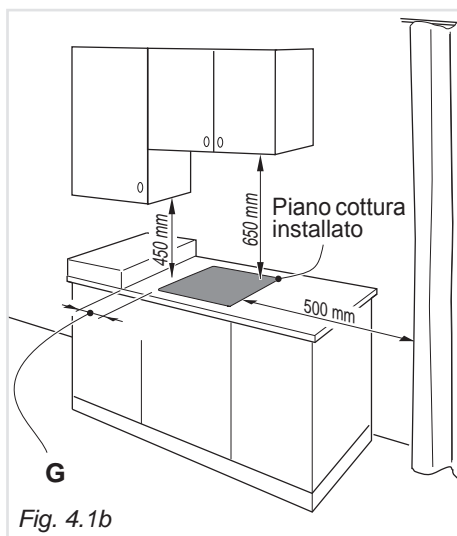

Fig. 4.1b
- Allorché sopra il piano di cottura vi sia un pensile o cappa mantenere fra la griglia del piano ed il suddetto pensile o cappa una distanza minima pari a 650 mm (vedi anche fig. 4.1b).